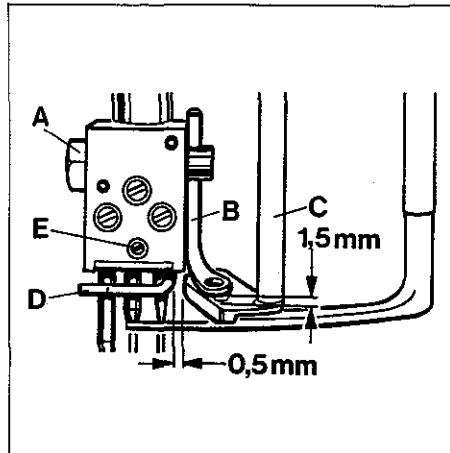

Fig. 42
Rotate pulley until the needle bar is at the bottom of its stroke. Loosen nut (A, Fig. 42) and set the up and down moving top cover thread guide (B) on needle holder to the distance of approx. 1.5 mm (1/16 in.) between guide (C) and up and down moving top cover thread guide (B). The eye of guide (B) should be positioned directly above the front end of the thread guide slot in the guide (C) (see Fig. 42). Retighten nut (A).
Set the needle holder thread guide (D, Fig. 42) as close as possible to the needles without pinching the needle threads. For adjustment loosen screw (E) and set the thread guide as required, make sure that thread guide (D) clears spreader thread guide (C) by 0.5 mm (.020 in.) when the needle bar moves up and down. Retighten screw (E).
Drehen Sie an der Handrad-Riemscheibe bis die Nadelstange in ihrer untersten Stellung ist. Lösen Sie die Mutter (A, Fig. 42) und stellen Sie die auf- und abgehende Legefadenführung (B) am Nadelhalter so, daß zwischen der Führung (C) und der auf- und abgehenden Oberlegfadenführung (B) ein Abstand von etwa 1,5 mm ist und die Öse der Führung (B) direkt über dem vorderen Ende des Fadenführungsschlitzes der Führung (C) steht (siehe Fig. 42). Ziehen Sie die Mutter (A) wieder an.
Stellen Sie die Fadenführung (D, Fig. 42) am Nadelhalter so dicht wie möglich zu den Nadeln, ohne daß die Nadelfäden eingeklemmt werden. Nach Lösen der Schraube (E) kann die Fadenführung entsprechend gestellt werden, beachten Sie, daß die Fadenführung (D) zur Legefadenführung (C) um 0,5 mm freigeht, wenn sich die Nadelstange auf und ab gewegt. Ziehen Sie die Schraube (E) wieder an.